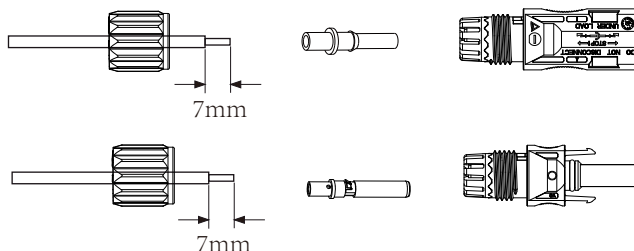

Abb. 5.3 Demontieren Sie die Überwurfmutter des Steckers
a) Isolieren Sie den PV-Draht 7 mm ab, lösen Sie die Überwurfmutter des MC4-Steckverbinders und führen Sie einen PV-Draht durch die Überwurfmutter des Steckverbinders (siehe Abbildung 5.3). Wiederholen Sie diesen Vorgang mit allen PV-Drähten und achten Sie dabei besonders auf die Polarität des Steckers, besonders auf die Polarität des Steckers.